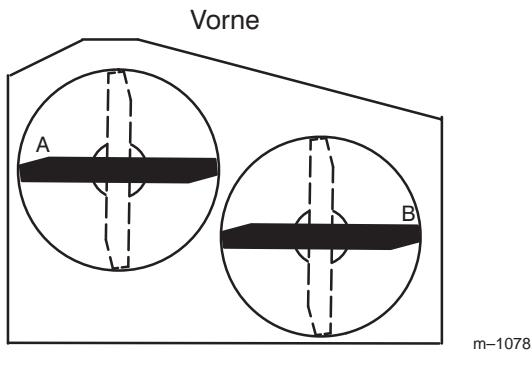
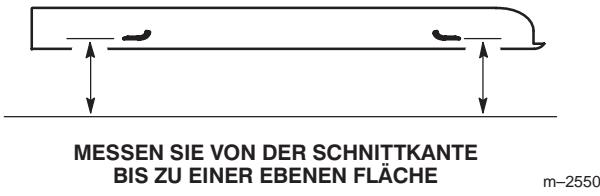

Bild 52
Bild 53
2. Stellen Sie die Messer quer (Bild 52). Messen Sie von einer ebenen Fläche bis zu den Stellen "A" und "B" (Bild 52) an den Schnittkanten der Messerspitzen (Bild 53).